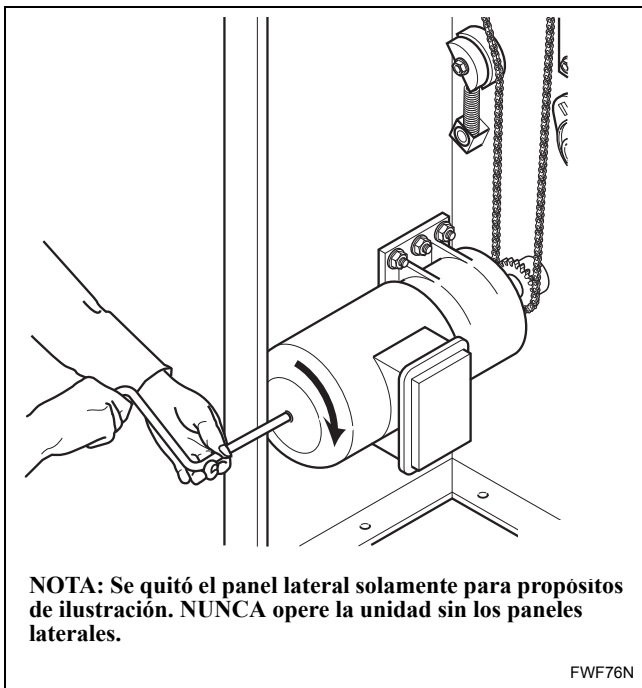

Figura 22
2. Gire la manivela en sentido opuesto a las manecillas para girar el cilindro. Consulte la *Figura 22*.